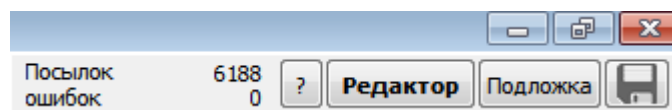
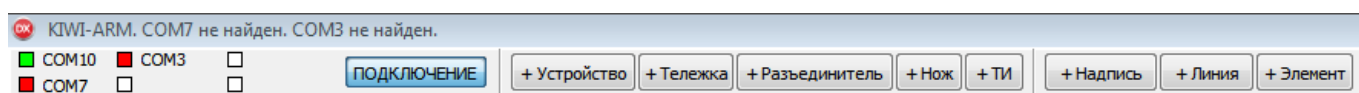

Рисунок 5.1 - Кнопка перехода в режим «Редактор»
Рисунок 5.2 - Меню редактирования схемы
5.1.1 Для перехода в режим **«Редактора»** необходимо нажать кнопку **«Редактор»** (рисунок 5.1) и ввести пароль доступа в появившемся диалоговом окне. После верного ввода пароля и подтверждения в верхней области программы появляются дополнительные функциональные кнопки для редактирования первичной схемы (рисунок 5.2).